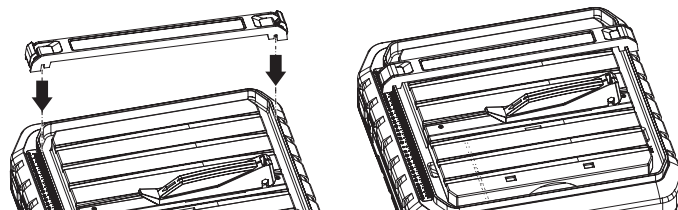

Рис. 9
- Установите продольный упор, для этого разблокируйте фиксаторы. Устанавливайте продольный упор на необходимом расстоянии, пользуйтесь встроенной линейкой (Рис.9).